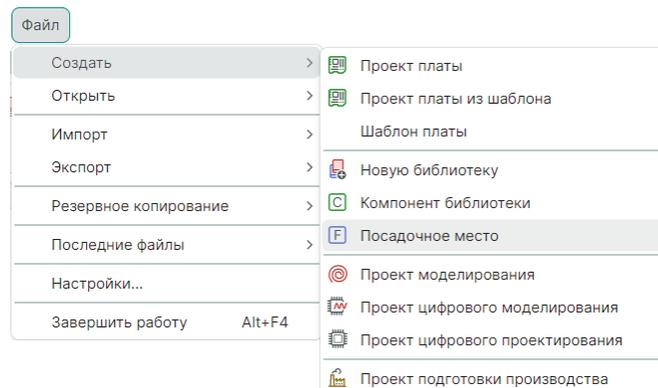

Рис. 74 Создание посадочного места через главное меню
1.1. Активируйте инструмент «Посадочное место» в главном меню «Файл» → «Создать» → «Посадочное место», см. Рис. 74.